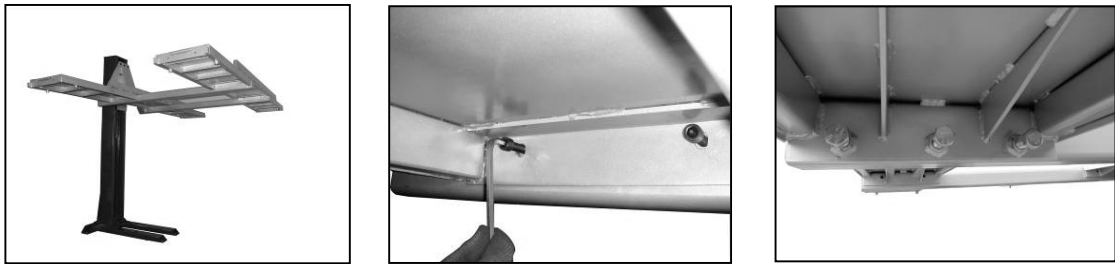

Figure : 10-A, B, C Fixation de la piste
- 11) Montez les pistes sur les bras de l'élévateur. Si elles sont difficiles à déplacer, vous pouvez utiliser une chaîne et un tendeur pour vous aider. Positionnez les plates-formes en fonction des trous de fixation sur les bras. Vissez ensuite les traces sur les bras de levage et les écrous de réglage. (Fig. 10-A, B, C)